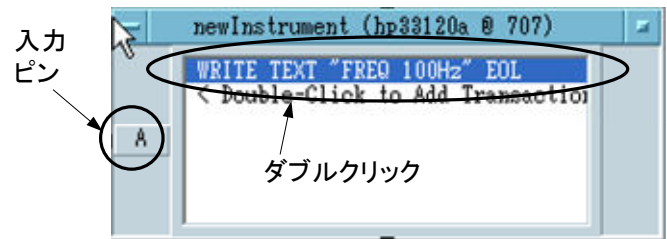

図5-9 ”new Instrument”オブジェクトのデータ入力端子
- (2) ”new Instrument”オブジェクトに入力端子を設定する。オブジェクトを右クリックし、メニューから[Add Terminal]→[Data Input]を選択すると図5-9のようにオブジェクト右側にデータ入力端子ができる。
- (3) ”For Log Range”オブジェクトの出力ピンをクリックし、”newInstrument”オブジェクトの入力ピンをクリックすると2つのオブジェクトが線で結ばれる。
- (4) ”newInstrument”オブジェクトの先ほど追加した文字列を変更する。図5-9の”WRITE TEXT ...”をダブルクリックし、文字列を次のように変更する。